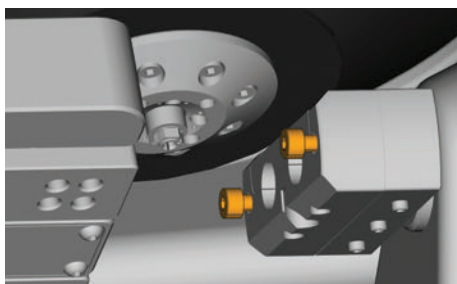

FIG. 20: FISSAGGIO DEL SUPPORTO PER ABUTMENT PreFace®
- M2. Svitare le viti del supporto per abutment PreFace® (☞ Fig. 20) rimuoverlo completamente.